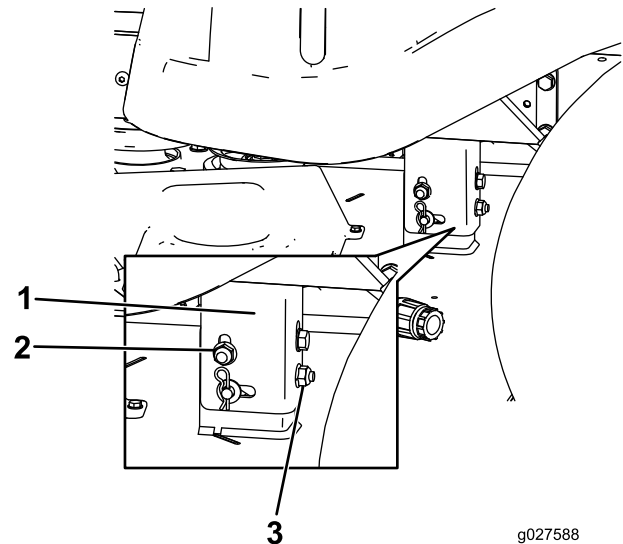

Figure 50
- Élevez ou abaissez le côté gauche du tablier de coupe en tournant l'écrou arrière (Figure 50).